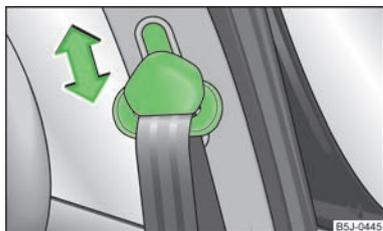

Fig. 95
- Poussez sur la ferrure de renvoi dans la direction souhaitée, vers le haut ou vers le bas » fig. 95.